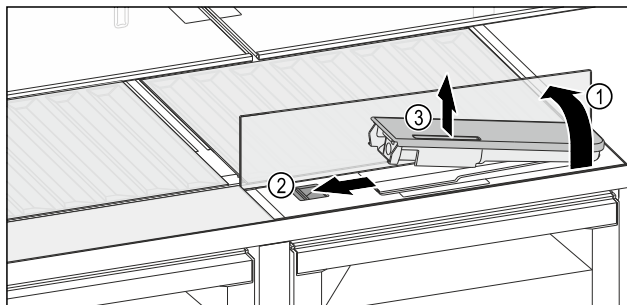

Fig. 133
- ▶ Glasplaat heffen en tot de aanslag naar achter klappen Fig. 133 (1).
- ▶ Schuif Fig. 133 (2) naar links schuiven.
- ▶ Waterreservoir eruit halen Fig. 133 (3).